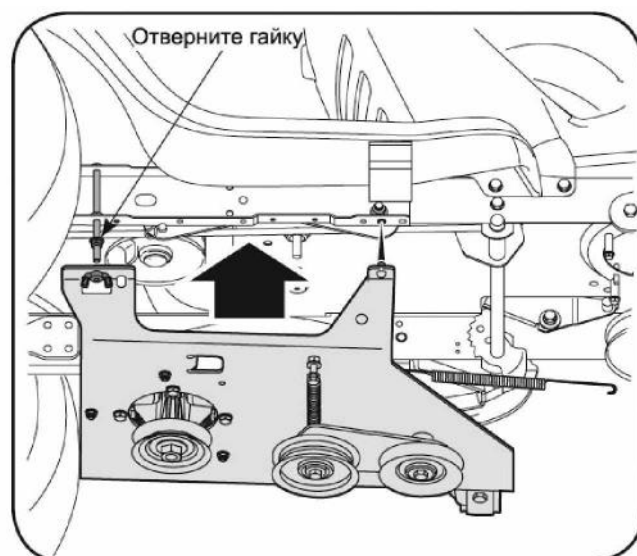

Рис. 21.
2. Отверните гайку со шпильки, предназначенной для крепления задней части блока рамы и расположенной на лонжероне трактора с его правой стороны. См. Рис. 21.